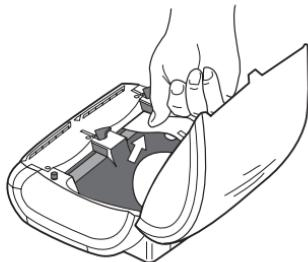

Figura 8
- 6** Corte la primera etiqueta por la mitad para obtener un borde limpio e insértela en la ranura de alimentación de etiquetas. Ver Figura 8.